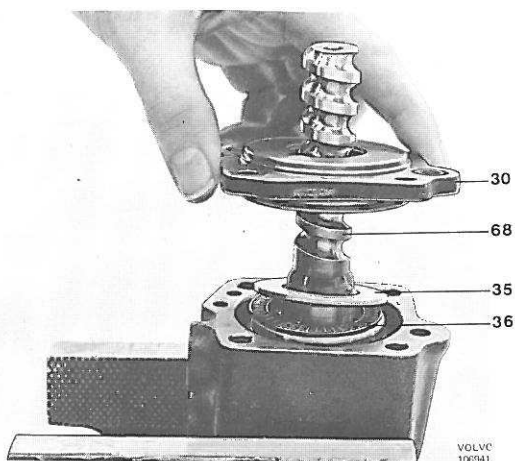

Figure 94. Montage du couvercle
2. Bien fixer le distributeur d'huile (56), avec le grand trou tourné vers le haut, figure 94. Poser la vis sans fin de direction remontée au préalable dans le boîtier. Monter le roulement à aiguilles (36), la rondelle de palier (35) et le couvercle (30), voir figure 94. Bien fixer le couvercle avec les vis (50 et 52), ainsi que quatre écrous M8.
Couple de serrage 34 Nm (3,4 m.kg). S'assurer qu'il n'existe pas de jeu au palier. Pour pouvoir tourner la vis sans fin de direction, il faut employer un couple de 0,15 à 0,25 Nm (1,5 à 2,5 cm.kg). Si la mesure du couple se fait comme indiqué sur la figure 94, le peson à ressort doit indiquer de 17 à 29 N (1,7 à 2,9 kg).